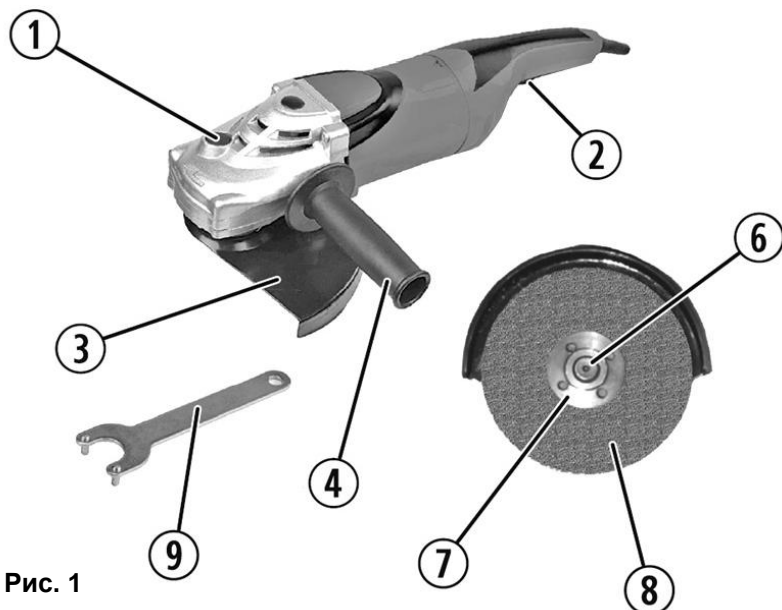

Рис. 1
- Удерживая нажатой кнопку фиксации шпинделя (1)(См. Рис.1), установите внутренний фланец (5) на шпиндель (6)(См. Рис.2).
- Установите новый, исправный отрезной или шлифовальный круг (8).
- Отпустите фиксатор шпинделя (1)(См. Рис.1).
- Удерживая нажатой кнопку фиксации шпинделя (1)(См. Рис.1), отверните наружную фланцевую гайку (7)(См. Рис.2), идущим в комплекте фланцевым ключом (9)(См. Рис.1).
- **Для включения** инструмента - нажмите на клавишу пускового выключателя (2) (См. Рис.1). Переведите ее в положение «ВКЛ» (ON).
- **Для выключения** инструмента - отпустите клавишу пускового выключателя (2) (См. Рис.1). Переведите ее в положение «ВЫКЛ» (OFF).